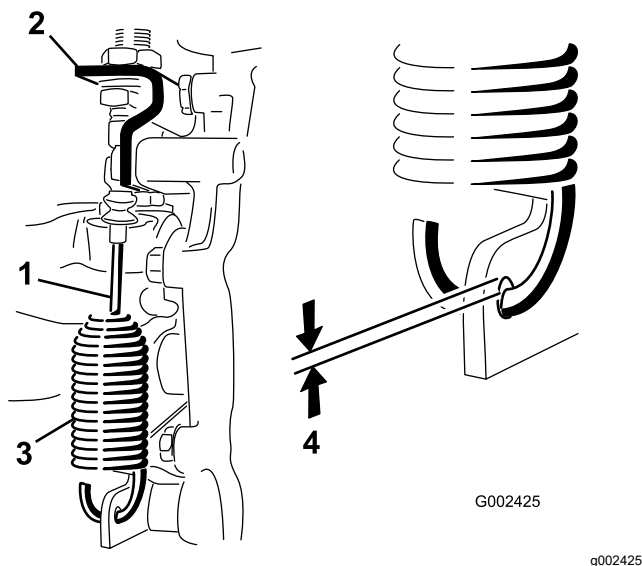

Figura 54
2. Afloje las contratuercas que sujetan el cable de bloqueo del diferencial al soporte del transeje (Figura 54).